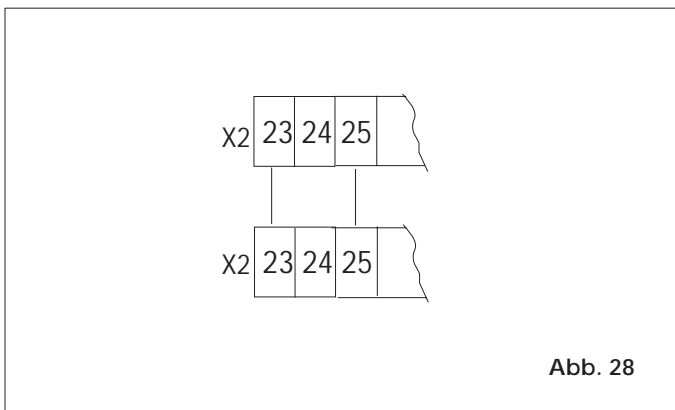

Abb. 28
- Die Klemmenbretter X2 der zwei elektronischen Steuergeräte 960MP gem. Abb. 28 miteinander verbinden.